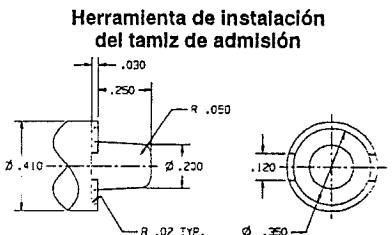

Figura 16
1. Utilice una herramienta de instalación del tamiz de admisión para instalar el tamiz (23), con el extremo en que está el tamiz primero, en el extremo inferior (hexagonal) del casquillo de admisión (22). Introduzca la punta redondeada de la herramienta en el cono formado por el tamiz y golpee ligeramente el extremo de la herramienta para asegurar el borde del tamiz en el casquillo. Véase la figura 16.